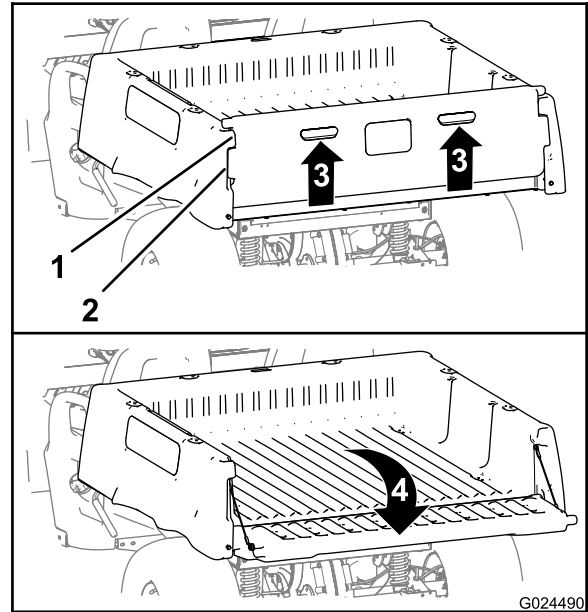

Figura 15
2. Levante nos locais indicados no painel traseiro da porta traseira (Figura 15).
3. Alinhe as flanges de bloqueio na porta traseira com as aberturas entre as flanges da porta traseira na caixa de carga (Figura 15).
4. Rode a porta traseira para trás e para baixo (Figura 15).
6. Rode a porta traseira para cima e para a frente até as flanges de bloqueio estarem justas ao espaço da porta na caixa de carga (Figura 15).
7. Baixe a porta traseira até ficar assente na parte de trás da caixa de carga (Figura 15).